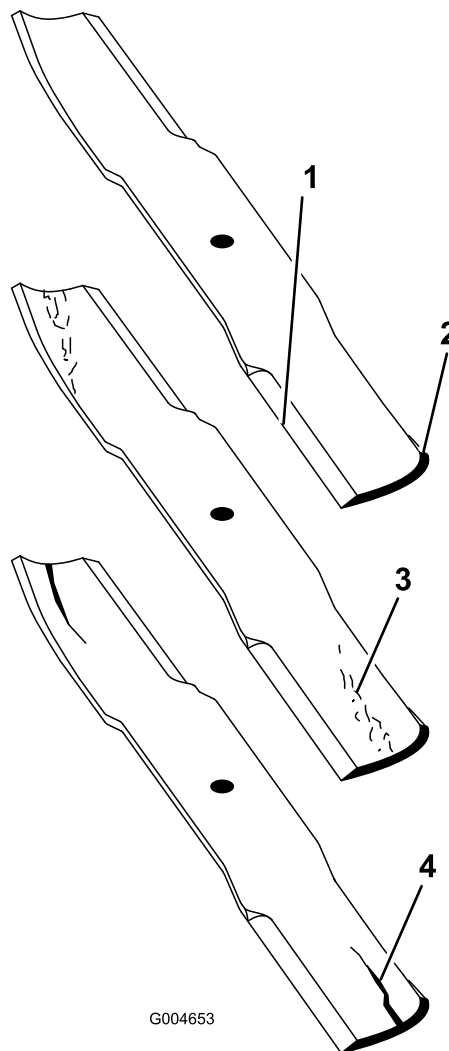

図 65
1. 刃先の部分を点検する図 65。刃先部分が鋭利でなかったり、打ち傷がある場合には、ブレードを外して研磨する。「ブレードの研磨」を参照。
2. ブレードを点検し、特にセール部をよく観察する図 65。破損、磨耗、割れの発生などがあれば図 65、直ちに新しいブレードに交換する。